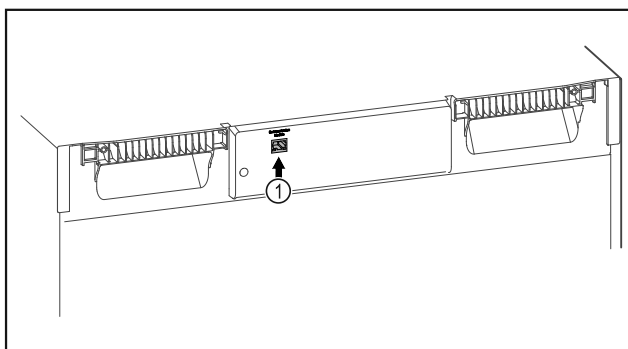

Fig. 141
- Se utiliza SmartModule Fig. 141 (1).